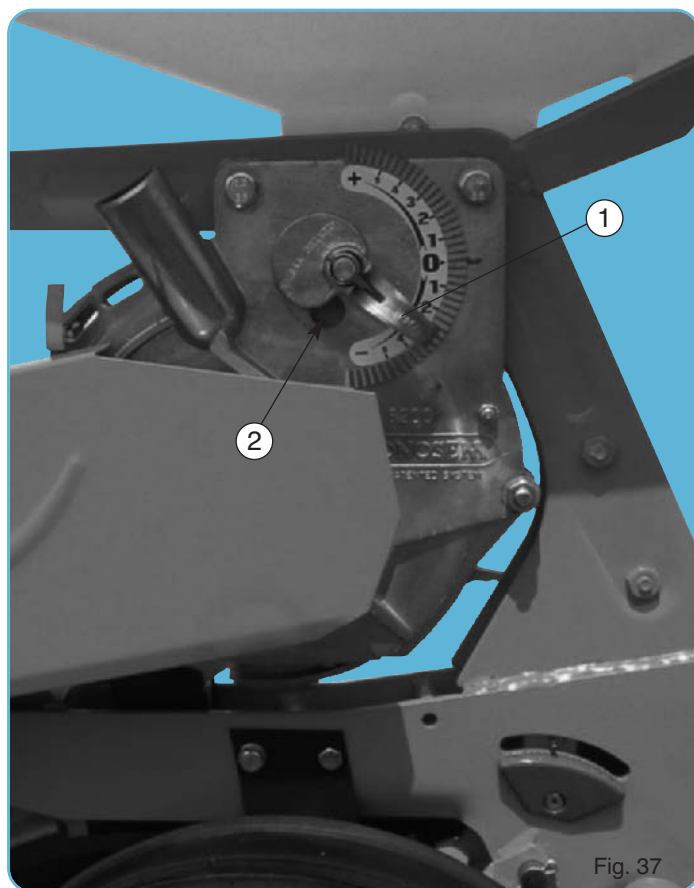

Fig. 37
L'index ① descendu vers le - (fig. 37) rapproche la plaque des trous, réduit l'aspiration (en ouvrant la prise d'air ②) ce qui provoque une tendance aux manques. Une fenêtre de contrôle sur le couvercle permet de s'assurer des résultats.
When the indicator ① is positioned to - (fig. 37), it lowers the scraper over the holes, reducing the degree of suction (opening the size of the hole ②). This may cause skipping. A control window in the cover allows you to check the results.